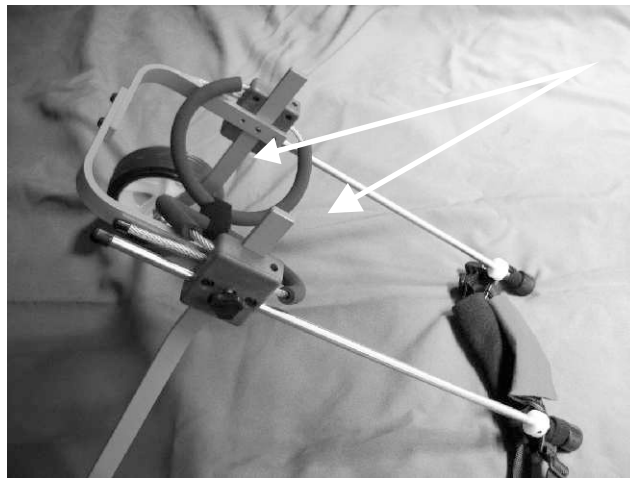

Fig. 4
2. Coloque a su mascota en la silla, introduciendo las patas traseras a través de los *anillos de goma*. **Fig 4**